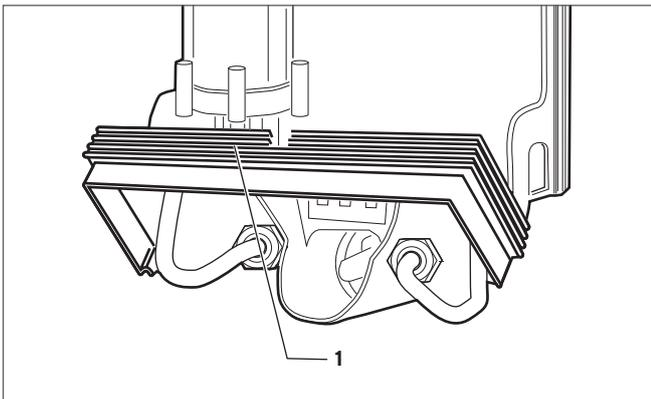

Abb. 4.10 Klapprahmen des Gerätes
- Um die Montage des Wasseranschlusses zu vereinfachen, kann der untere Teil des Geräterahmens nach oben geklappt werden (siehe (1) in Abb. 4.10). Nach der Installation des Anschlusses müssen Sie den unteren Teil des Geräterahmens zurückklappen, bis dieser eingerastet ist. **Der Klapprahmen darf nicht entfernt werden.**